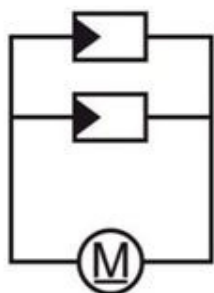

Fig. 2.7: esquema de conexión para el cableado en paralelo.
4. Conectar la segunda célula solar en paralelo (Fig. 2.7 y 2.8) y verificar la velocidad de giro.